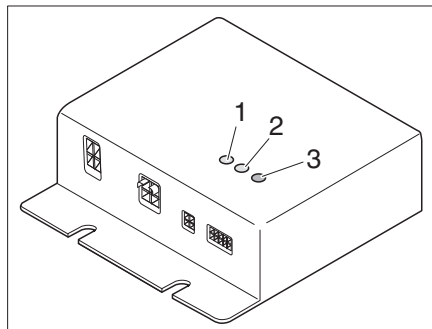

Bild 315 Regelgerät
Das Regelgerät (Bild 315) ist im Kleiderschrank eingebaut. Die Kontroll-Leuchten auf dem Regelgerät haben folgende Bedeutung:
- Kontroll-LED (Bild 315,1) HK1 leuchtet grün: Heizkreis 1 ist in Betrieb
- Kontroll-LED (Bild 315,2) HK2 leuchtet grün: Heizkreis 2 ist in Betrieb
- Fehler-LED (Bild 315,3)